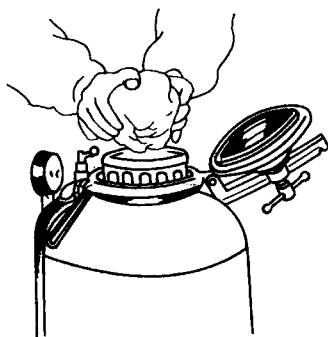

图 1-4
2) 向上扳动移位调节杆 11,提起电石篮 7,并将移位调节杆 11 固定好,然后把符合要求的电石放入电石篮内(见图 1-4),随即将盖 6 盖好,把吊紧环 21 放入压板槽 20 内,并按顺时针方向转动开盖手柄 5,直至不漏气为止。